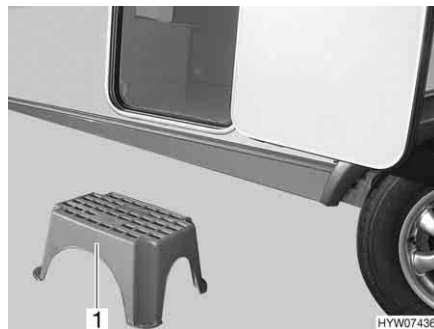

Bild 20 Fotsteg (fristående)
- Ställ fotsteget (Bild 20,1) framför husvagnens ingång.